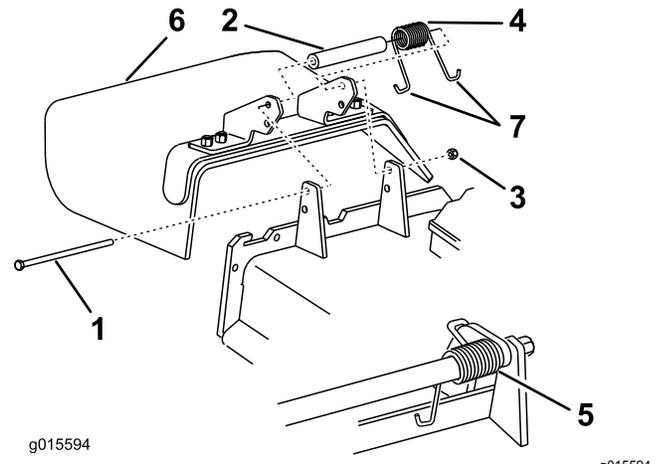

Figure 103
Remarque: Prenez soin de placer 1 extrémité en J du ressort derrière le bord du tablier avant de mettre le boulon en place, comme montré à la Figure 103.
6. Accrochez l'extrémité en J du ressort au déflecteur d'herbe (Figure 103).
1. Retirez le contre-écrou, le boulon, le ressort et l'entretoise qui fixent le déflecteur aux supports de pivot (Figure 103).
2. Enlevez le déflecteur s'il est endommagé ou usé (Figure 103).